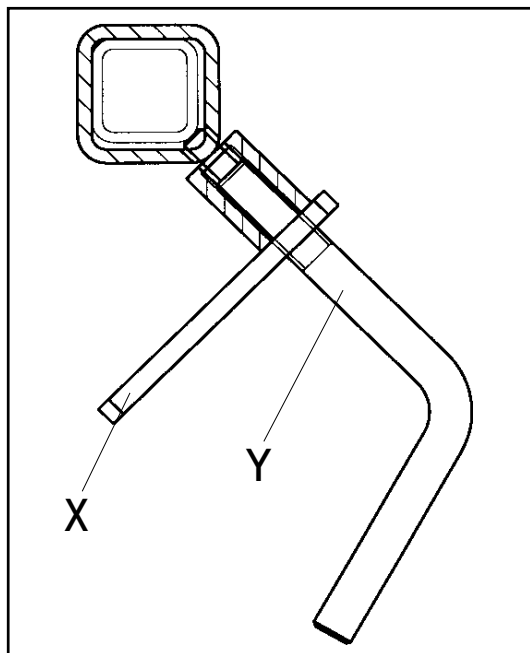

Bild 4-6
- Bügel „X“ öffnen und Knebelschraube „Y“ lösen (Bild 4-6)
- Knebelschraube „Y“ anziehen und mit Bügel „X“ sichern (Bild 4-6)